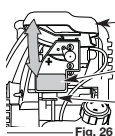

Fig. 26
1. Abra la tapa del filtro de aire. Empuje hacia adentro la lengüeta que está en lado inferior de la tapa. Después hale hacia afuera y arriba la tapa del filtro de aire. (Fig. 26).
7. Instale de nuevo la tapa del filtro de aire. Haga coincidir las ranuras que hay en la parte superior de la tapa del filtro de aire con las lengüetas de la parte superior de la placa posterior (Fig. 26).